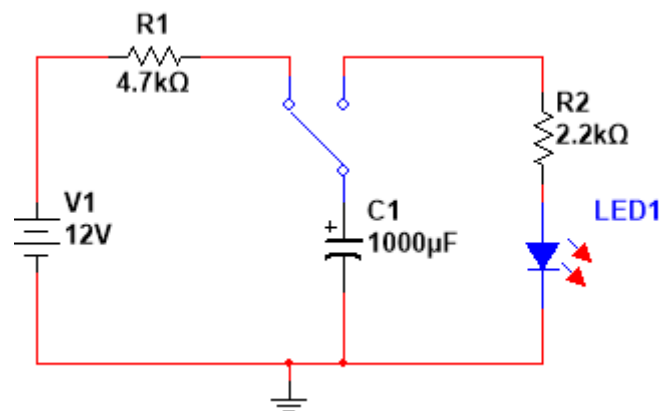

Figura 53: Circuito RC com LED
- Adicione um LED em série com o resistor de $2k2\Omega$, como apresentado na Figura 53. Descreva o funcionamento do circuito.